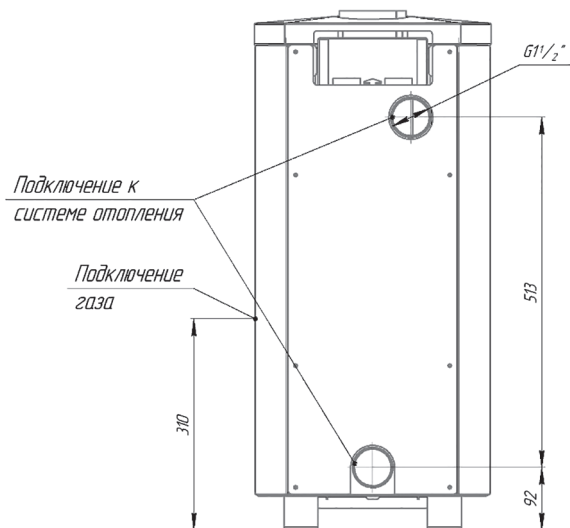

Рисунок 2. Схема подключения котлов КСГ-7,5; КСГ-10
Отпустите ручку управления и убедитесь что запальная горелка горит (рис.2). Если запальная горелка погасла, повторите процедуру зажигания.
1. Нажмите кнопку включения и удерживайте её в нажатом состоянии (рис. 2).
Нажмите кнопку розжига и подождите запальную горелку, удерживая ручку полностью нажатой в течение нескольких секунд (рис. 2). Отпустите ручку управления и убедитесь, что запальная горелка горит. Если горелка погасла, повторите процедуру розжига.